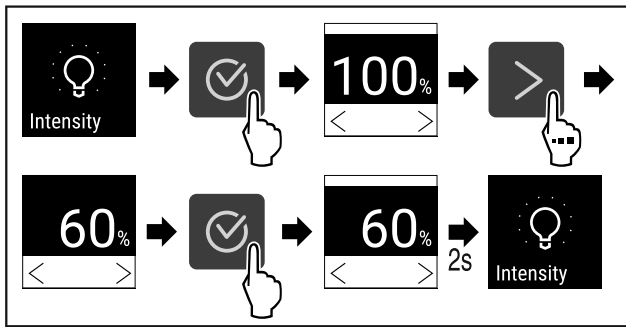

Fig. 71
- ▶ Végezze el a gyakorlati lépéseket (lásd Fig. 71).